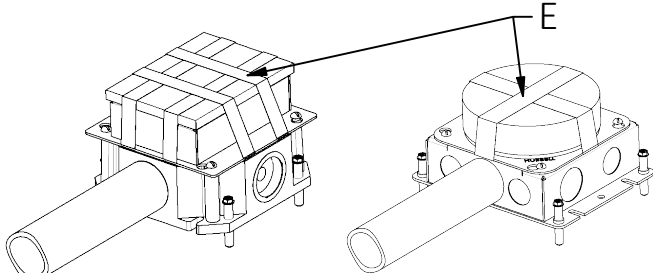

FIG. 4
- Hold concrete cover in place with masking tape E (FIG 4).
6. Maintenir le couvercle à béton en place avec du ruban-cache E. (FIG. 4)
6. Sostenga la cubierta de concreto en su lugar con cinta adhesiva E (FIG 4).